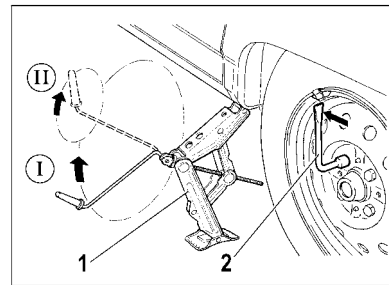

Рис. 42. Подъем автомобиля при замене колес
- ослабьте на один оборот комбинированным ключом 2 (рис. 42) болты крепления заменяемого колеса;